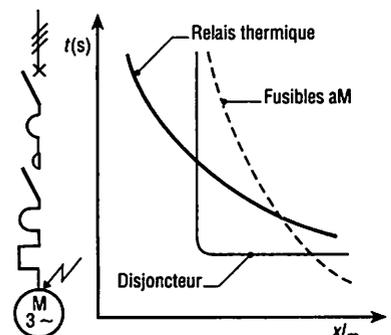

Fig. 17 : Coordination fusible ou disjoncteur et contacteur.
7.2. Coordination fusible ou disjoncteur-contacteur (fig. 17)